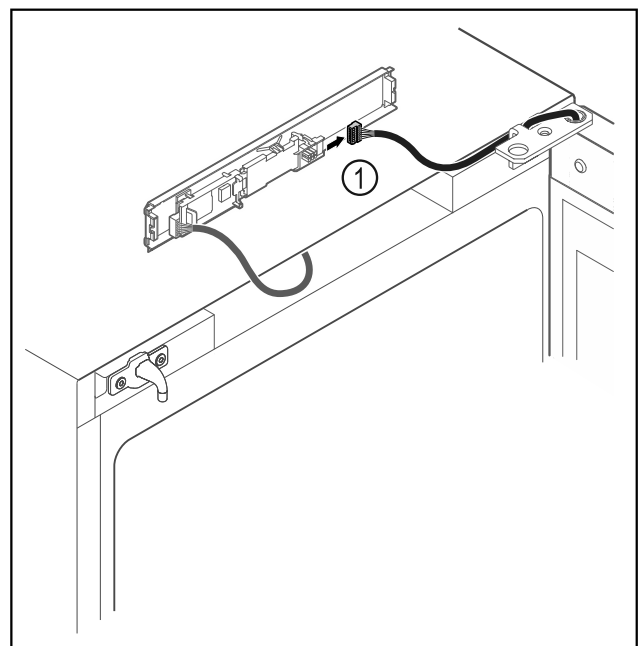

Fig. 13
- ▶ Wtyczkę Fig. 13 (1) należy odłączyć od płytki drukowanej.